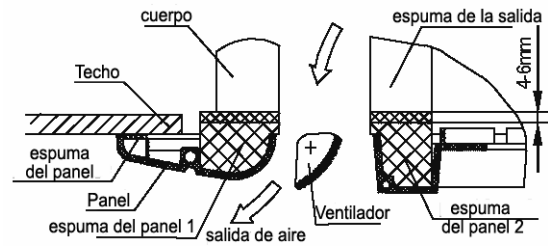

Figura 12
e. Siga apretando los tornillos bajo los ganchos del panel hasta que el espesor de la espuma colocada entre el cuerpo y la salida del panel disminuya hasta unos 4~6 mm. El borde del panel debe tocar el techo. (Vea la figura 12)